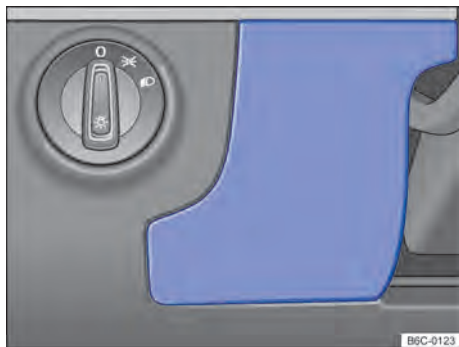

Fig. 142 Del lado del conductor en el panel de instrumentos: cubierta de la caja de fusibles.
- Sostener la cubierta de la caja de fusibles → fig. 142 y tirarla hacia adelante.